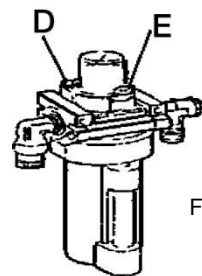

Fig. 17
- Kondensvatten ska tömmas dagligen. (Fig. 17)